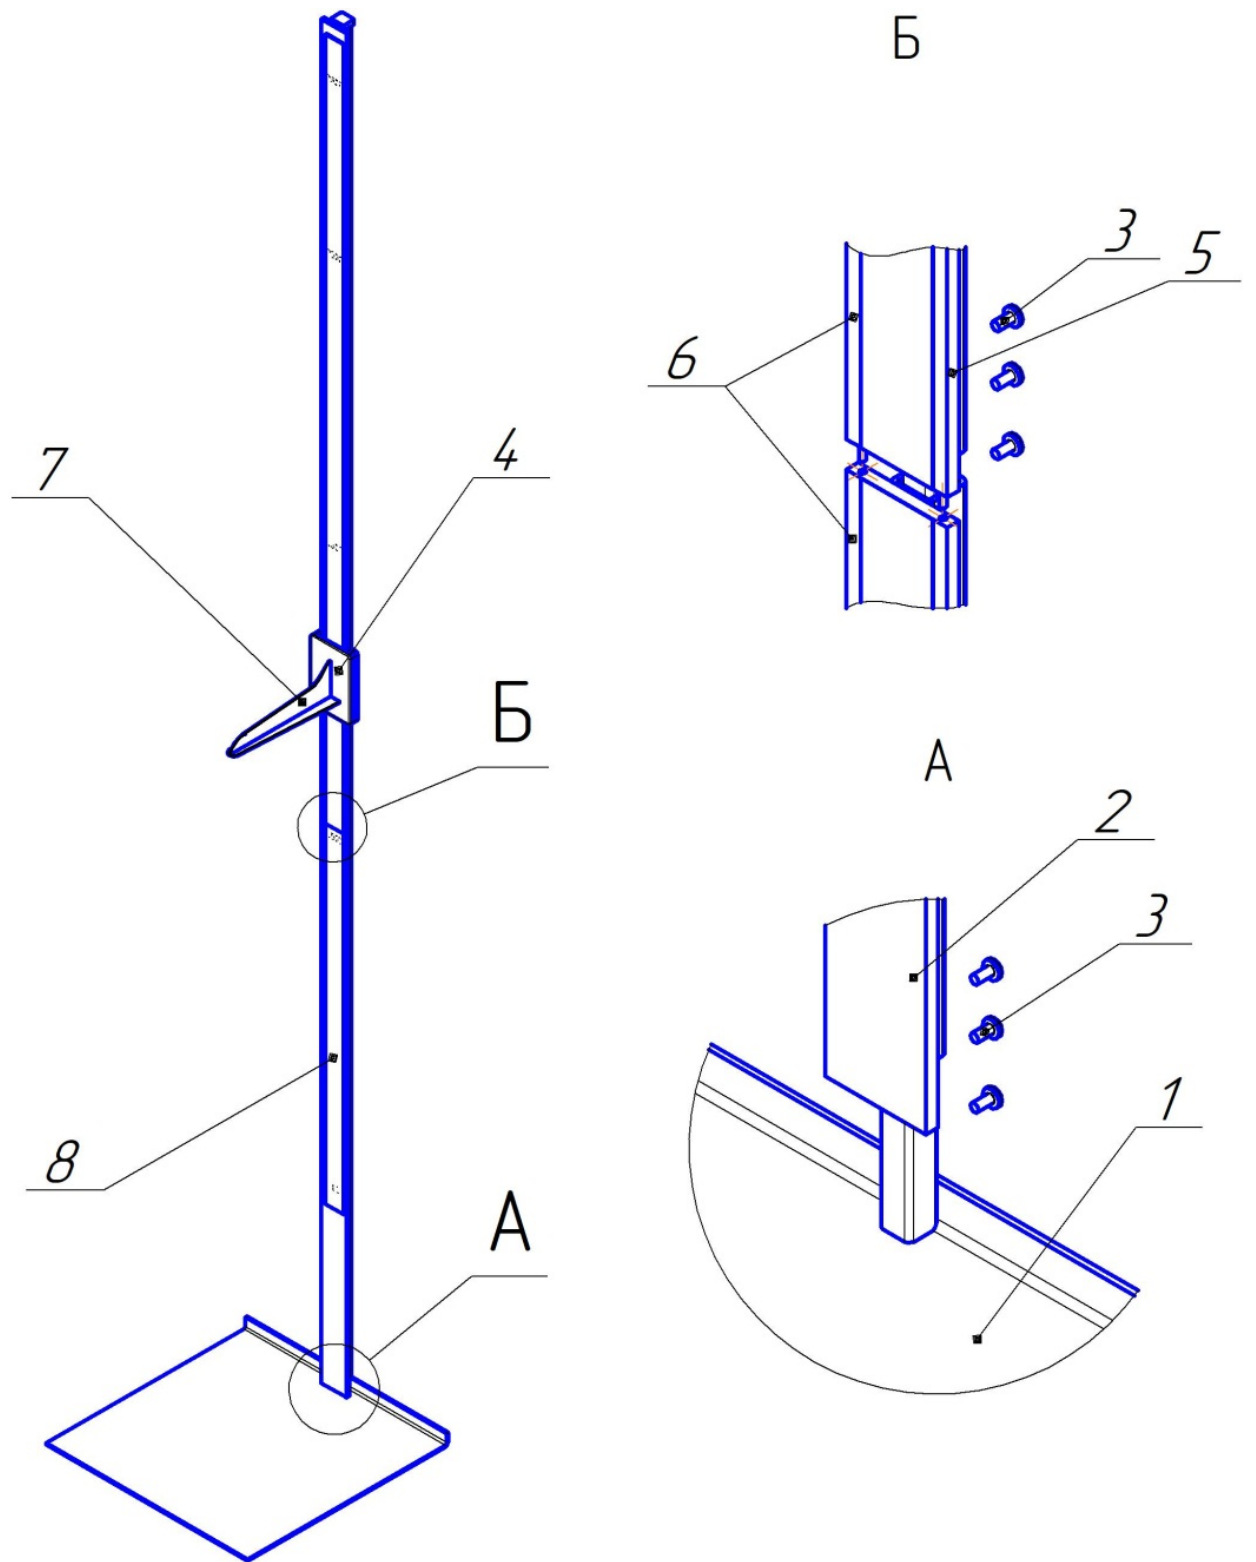

Рисунок 3. Схема сборки ростомера РП (Эконом)
2.2.3 Выберите место предполагаемого размещения ростомера. Установите основание 1 (рис.3) на прочную ровную поверхность, не подвергаемую вибрации.
2.2.4 Установите штангу нижнюю 2 (измерительная лента на штанге начинается с 80 см) на основание 1, совместив отверстия на штанге с отверстиями на стойке основания (см. вид А рис.3). Закрепите штангу нижнюю 2 со стойкой основания тремя винтами 3 (М4х8 DIN 7985).
2.2.6 Соедините штангу верхнюю 5 со штангой нижней 2 (вид Б рис.3), совместив все отверстия штанги верхней с отверстиями в пластине измерительной шкалы 6, закрепите штангу верхнюю тремя винтами 3 (М4х8 DIN 7985).
2.4.5 Переместите ползун 4 (см. рис.3), чтобы планка мерная 7 находилась выше роста пациента.